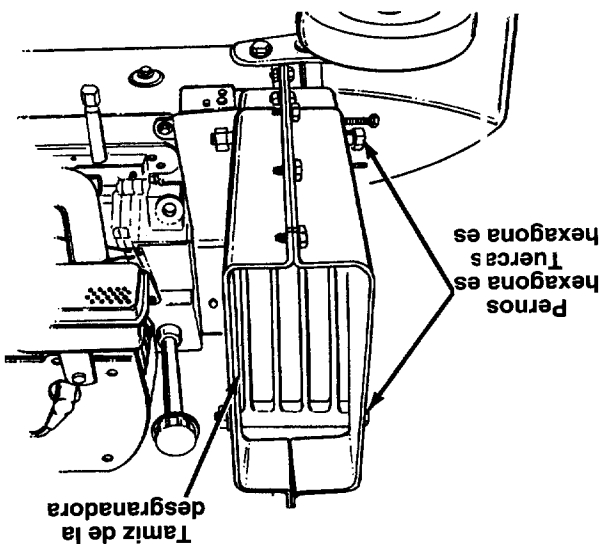

FIGURA 20.
- Retire los dos pernos hexagonales y tuercas hexagonales que se prolongan a través de la armadura. Levante el tamiz de la desgranadora desde adentro de la armadura. Vea la figura 20.
NOTA: Asegúrese de rearmar el tamiz de la desgranadora con el lac o curvo hacia abajo según se muestra en la figura 20.